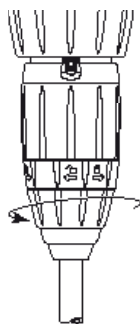

Fig. 15
- Desenroscar a porca e retirar o tubo de aspiração (Fig. 15).